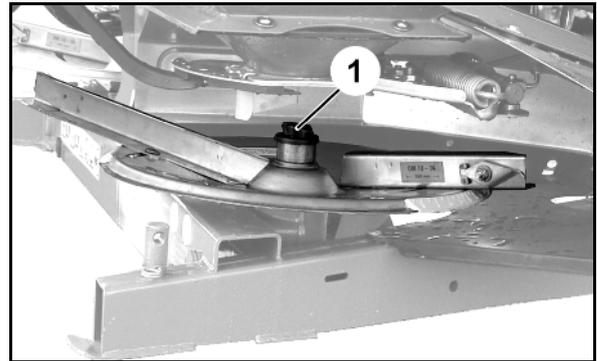

Fig. 68
1. Dispersão em bordadura de acordo com a portaria sobre fertilizantes (Fig. 68):